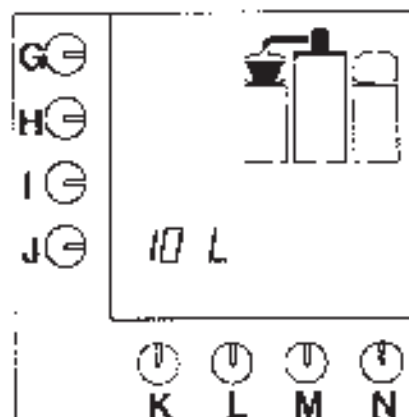

Рис.7 Фильтрация кофе
- Как только кофейный контейнер закончится, на дисплее замигает с фильтрующим отделом. Это значит, что процесс фильтрации начался (рис.7).